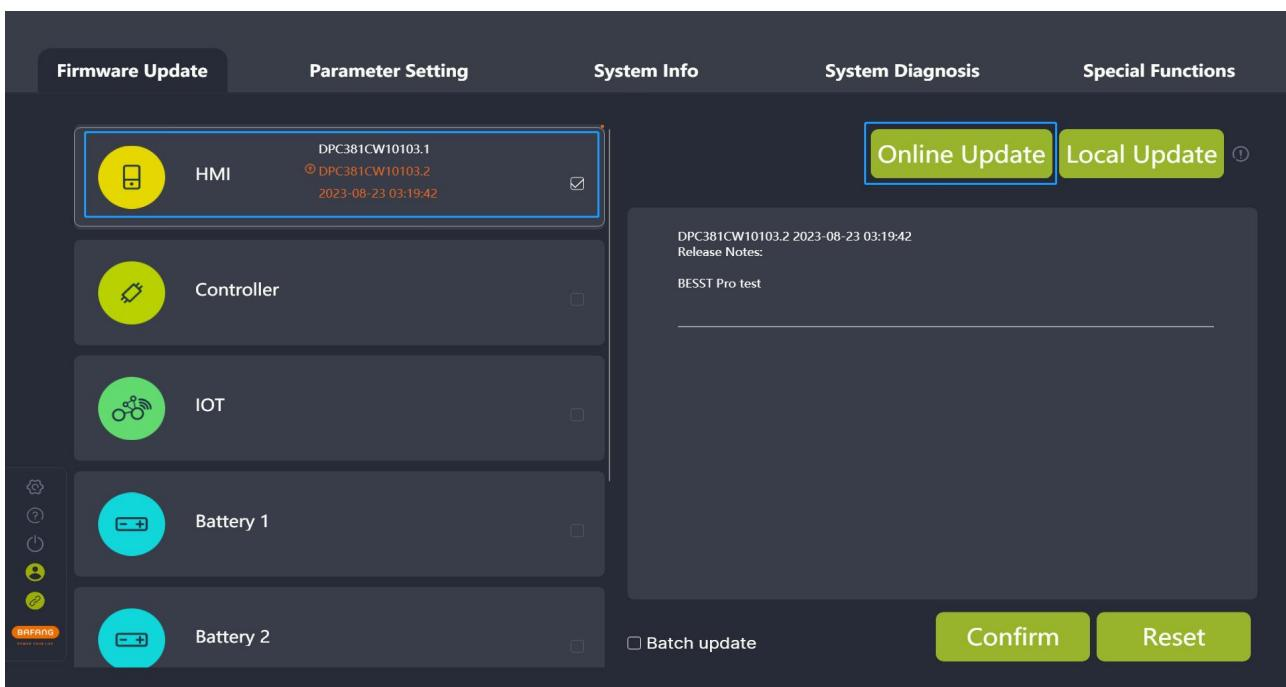

图 4-11 在线升级
- 如果是在线升级，点击“在线升级”将固件下载到本地（如图 4-11）；